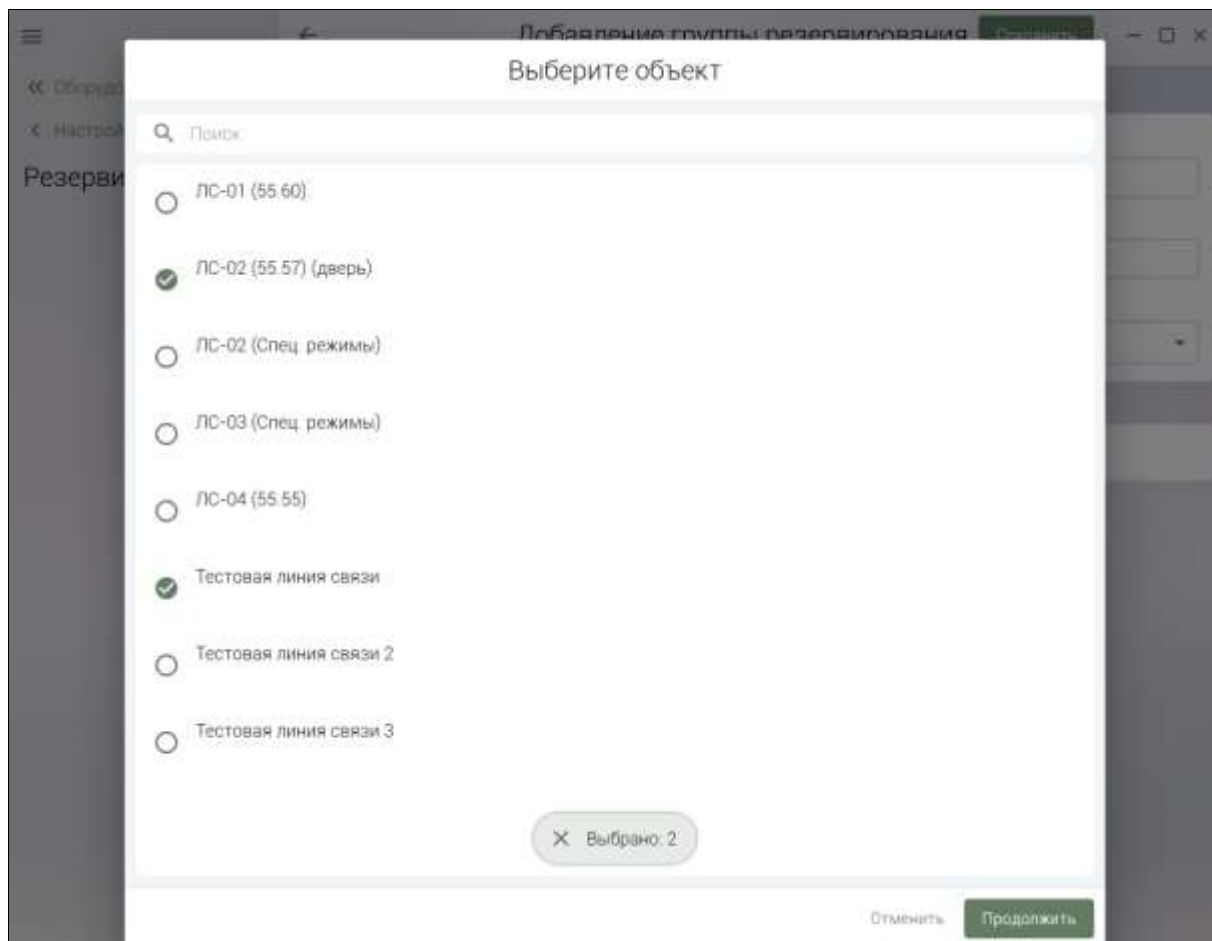

Рисунок 11– Выбор объектов резервирования
6) После выбора типа резервирования открывается возможность подключения объектов, которые будут участвовать в резервировании. Необходимо выбрать не менее двух сконфигурированных линий связи (Рисунок 11).